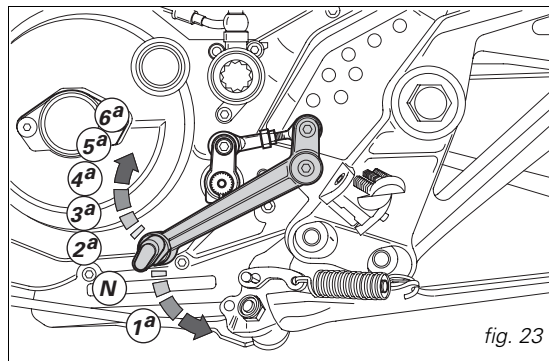

fig. 23
**Pedale comando cambio** (fig. 23)